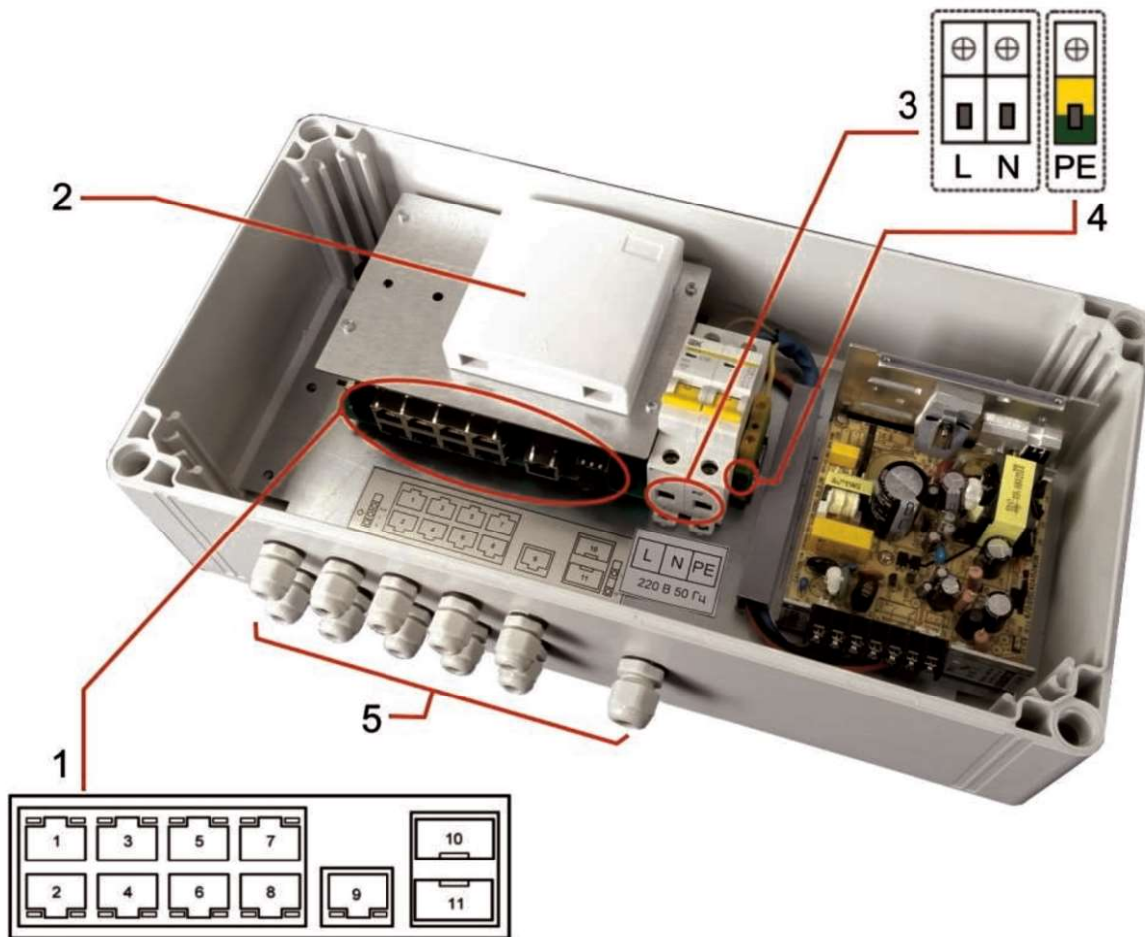

Рис.4 Подключение коммутатора SW-60812/W
1. Вставьте гермовводы в предназначенные для них отверстия в корпусе пластикового бокса (5) Рис.4, закрепите их пластмассовыми гайками с внутренней стороны корпуса.
2. Проденьте кабели витой пары через соответствующие отверстия гермовводов ( $\varnothing$  3-6мм) снаружи внутрь корпуса (Рис.4).
4. Подключите обжатые разъемами RJ-45 кабели к коммутатору (1) Рис.4 (порты 1-9) и затяните гермовводы. Для обеспечения защиты от проникновения влаги внутрь корпуса, кабели должны быть плотно укреплены в гермовводах.
5. Зачистите оптоволоконный кабель на длину 25-30 см, пропустите его в отверстие гермоввода ( $\varnothing$  3-6мм) Рис.4, затяните резьбу гермоввода так, чтобы кабели жестко фиксировались в зажиме гермоввода.
6. Соблюдая все требования технологии сварки оптоволоконного кабеля, приварите пигтейл (имеются в комплекте) к оптоволоконной жиле кабеля. Уложите оптоволоконный кабель в пазы кросса (2) Рис.4, следя за тем, чтобы диаметр колец не был менее 60 мм. Подключите разъем пигтейла к SFP модулю (в комплект поставки не входит) установленному предварительно в SFP разъем коммутатора (1) Рис.4 (разъемы SFP 10,11). Закройте крышку оптического кросса (2) Рис.4.
7. Аналогично пункту 2 протяните кабель питания от сети AC 100-240V / 50 Гц внутрь корпуса через соответствующий гермоввод ( $\varnothing$  4-8мм), подключите кабель питания к клеммам **L**, **N** автоматического выключателя (3) Рис.4 и клеммной колодке заземления **PE** (4) Рис.4. Затяните гермоввод.